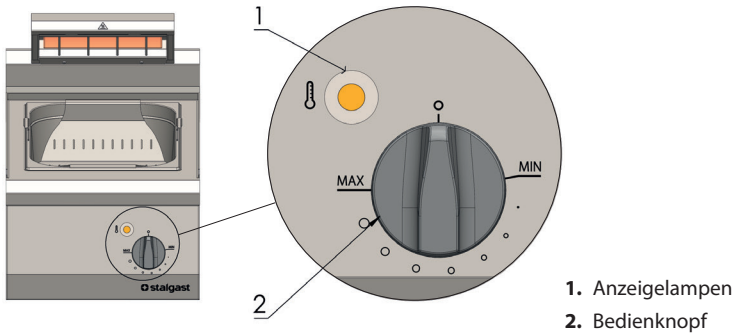

Abb. 7: Gerätesteuerung
- Vor Beginn der Arbeiten sollte der Drehknopf (Abb. 7) auf Position "0" gestellt werden.
- Der Vorgang des Aufheizens durch den Infrarotstrahler wird durch eine orangefarbene Signallampe signalisiert (Abb. 7).